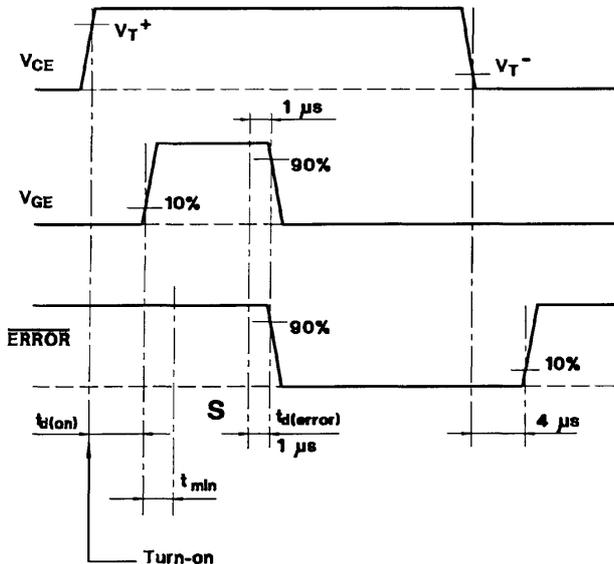

Fig. 7 Wirkungsweise des Kurzschlußschutzes
3) Siehe auch Fig. 7
In Fig. 7 wird die  $V_{CE}$ -Überwachung unmittelbar nach dem Einschalten aktiviert mit einer Verzögerungszeit von  $t_{min} = 3,5 \mu s$  (siehe auch Fig. 4). Im Zeitpunkt S tritt ein Kurzschluß ein und das "ERROR"-Signal schaltet auf "tief" ("LOW") nach  $t_{dERR} = 1 \mu s$ . Wenn ein IGBT in einer Kurzschlußsituation wieder eingeschaltet wird, ist die Verzugszeit deshalb  $5,5 \mu s (= t_{dON} + t_{min} + t_{dERR})$ .